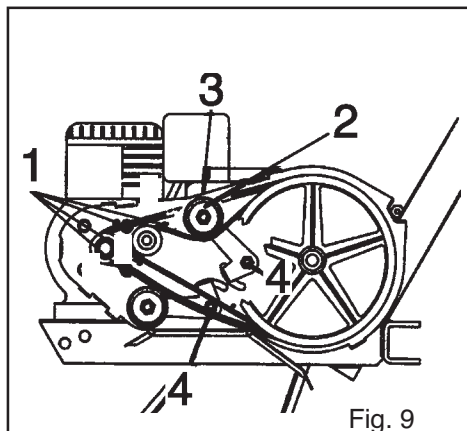

Fig. 9
1. Depois de ter montado as correias, controlar que estas estejam no interno dos estacas 1 (Fig. 9).
2. Onde evitar desgastes irreparáveis à correia da marcha atrás, registrar o fio de comando de maneira que o diâmetro exterior da estira-correia 2 esforce o perfil exterior da antepara 3 (Fig. 9).
4. Uma fixação excessiva dos dados 4 provoca um regresso incompleto da estira-correias, com conseqüente desgaste e ruptura da correia; portanto controlar que a estira-correias se desloque longo todo o seu curso (Fig. 9).